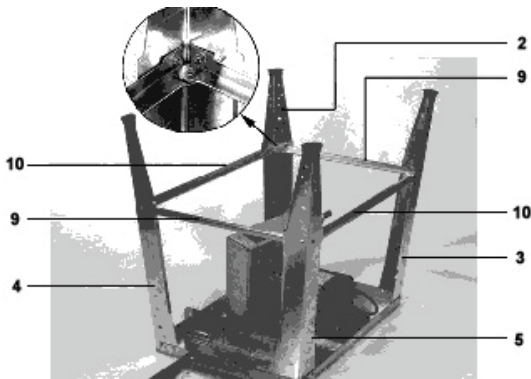

Fig. 6
- Uniți componentele 2, 3, 4 și 5 cu componentele 9 și 10 (v. fig. 6). Nu strângeți prea tare șuruburile.